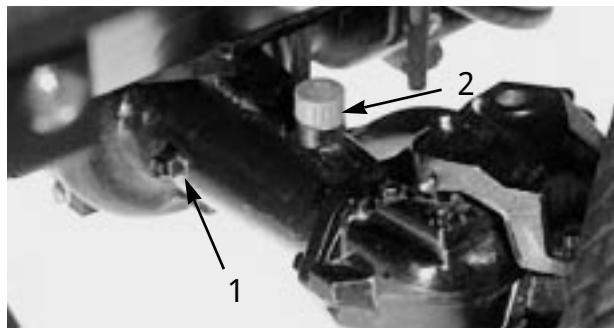

図 11
2. アクスルの一方の端部から点検用プラグ(図11)を抜き、穴の高さまで潤滑油があることを確認する。量が不足の場合は、給油プラグ(図11)をはずして補給する。